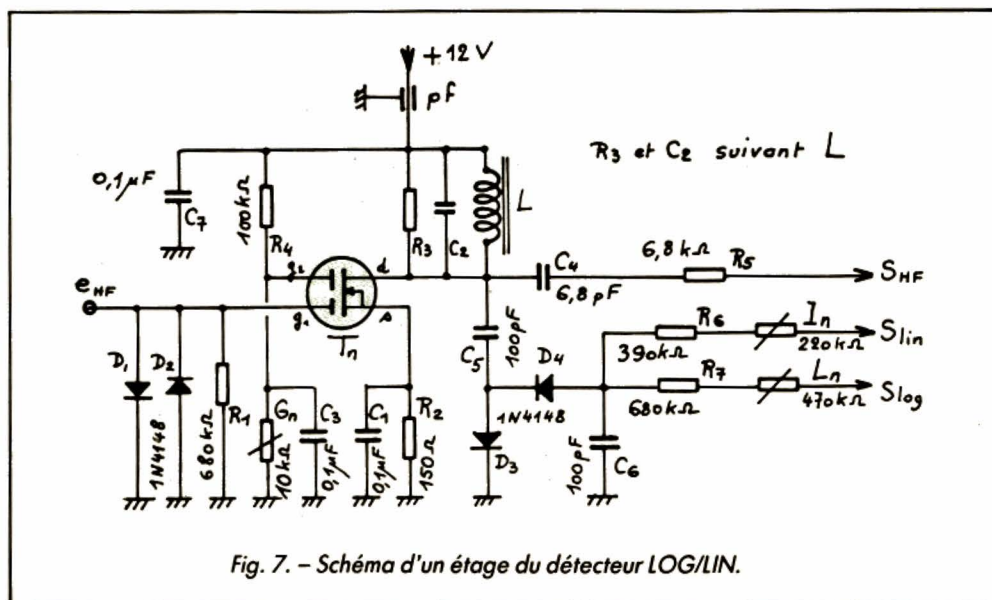

Fig. 7. - Schéma d'un étage du détecteur LOG/LIN.
1. Le schéma (voir fig. 7 et 8)
Comme vous le savez (voir numéro précédent), ce module est le dernier de la chaîne analyseur, se situant juste avant l'attaque de la voie verticale de l'oscilloscope. Le principe et la description d'un tel module ont été exposés dans *VHF Communications* de février 1977 (ça ne nous rajeunit pas !). Cela, sous la plume de E. Berberich, dans le cadre de la description d'un analyseur de spectre destiné aux amateurs, celle-ci se limitant aux schémas de principe. Le module que nous utilisons comprend huit étages identiques à celui de la figure 7, chacun ayant un gain calibré à 10 dB et tous les huit en cascade ! En fait, seuls les sept derniers sont des détecteurs, le premier étant un simple amplificateur tampon.
Comme le montre la figure 7, chaque étage comprend un transistor FET, double porte, monté en amplificateur très classique : circuit accordé dans le drain. Le gain est réglé par la tension de g_2 . Les tensions HF sont injectées, avec écrêtage éventuel par D_1/D_2 , sur g_1 . Les tensions HF amplifiées sont détectées par un doubleur de Schenkel. Par